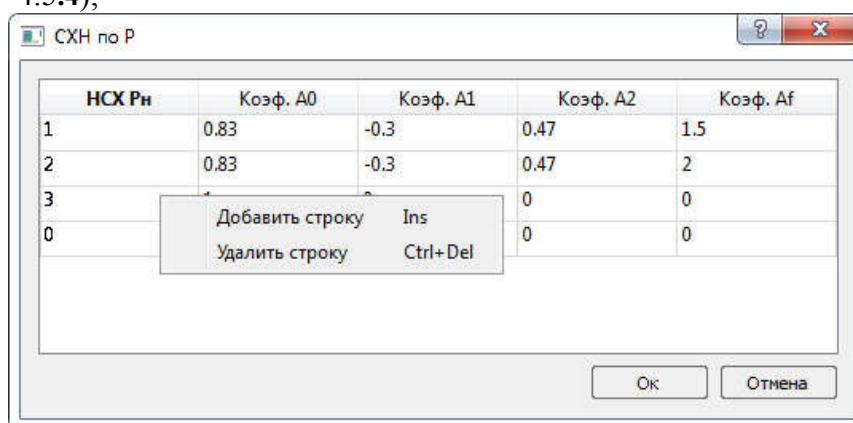

Рис. 4.5.4 Меню добавления СХН по Р.
6. Для добавления новой строки и внесения в неё необходимых значений нужно нажать правой кнопкой мыши в окошке редактирования данных СХН (рис. 4.5.4);